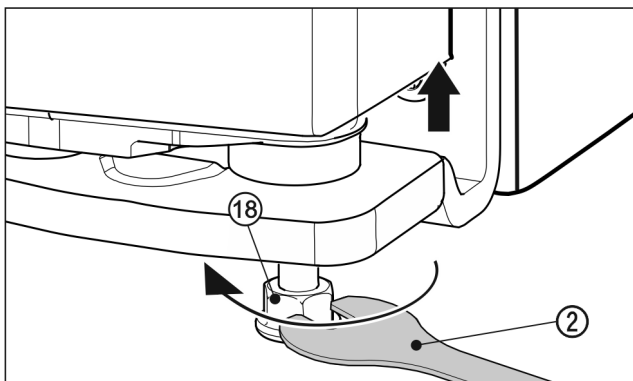

Fig. 25
- ▶ Døren løftes ved å skru justeringsfoten Fig. 25 (18) ut mot høyre med vedlagte skrunøkkel Fig. 25 (2) til kontakt med fotrommet. Drei deretter videre til døren er justert i høyden. Når enheten leveres, er lagerbolten helt innskrudd.